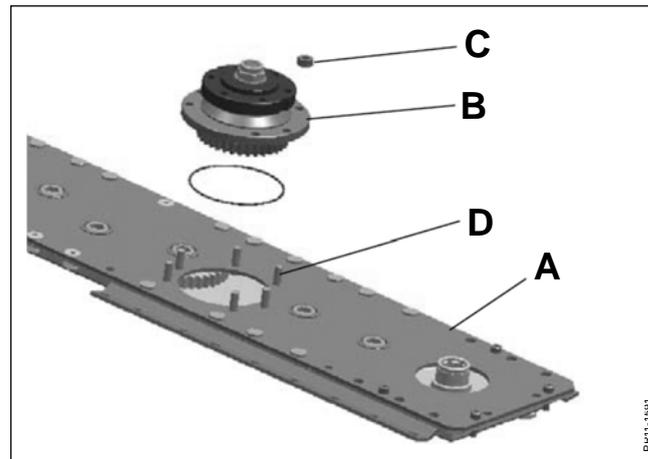

Abb. 5-10
**Abb. 5-10** Wenn die Nabe montiert wird, muss die Oberfläche des Mähbalkens **A** und die Unterseite der Nabe **B** sauber und mit einer dünnen Schicht Fett abgeschmiert sein. Die Muttern **C** mit Loctite 243 (Schraubensicherung) an den Gewindezapfen **D** befestigen und mit **92 Nm** (9,2 Kpm) anziehen.